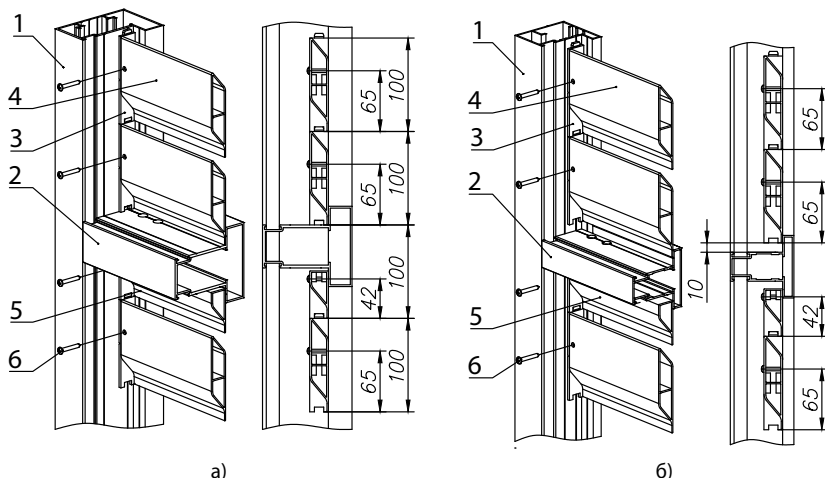

Рис. 25. Заполнение алюминиевым профилем «жалюзи»
Схема монтажа при наличии в изделии горизонтального импоста представлена на *рис. 25*.
- при изготовлении изделия на профиле 96 мм нижний профиль заполнения устанавливается вплотную к импосту (рис. 25а).
- при изготовлении изделия на профиле 68 мм нижний профиль заполнения устанавливается на расстоянии 10 мм от импоста (рис. 25б).